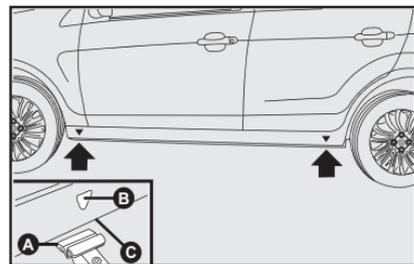

fig. 6
3) Coloque el crique en el símbolo **▼ B-fig. 6** cerca de la rueda que va a cambiar y asegúrese de que la ranura **A-fig. 6** del crique esté bien introducida en el larguero **C-fig. 6**.